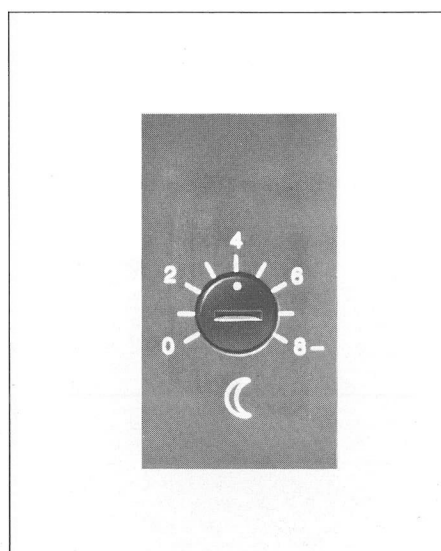

Bild 17 Stellknopf „Mond“
4.3 Stellung MOND (Bild 17/18)